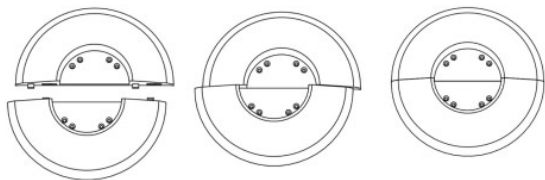

FIG. 1
1. Assembler les deux parties de la base ensemble (Fig.1) ;